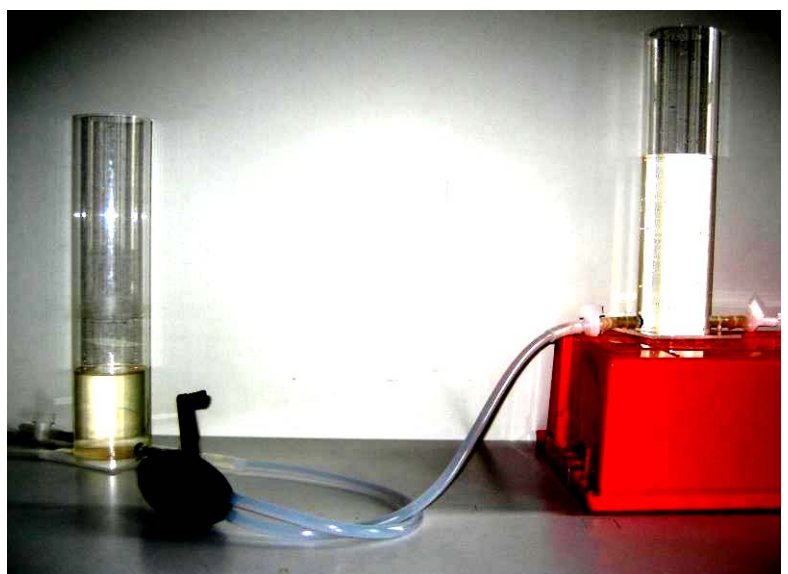

Abb. 10: Mit einer Pumpe strömt Wasser gegen eine Druckdifferenz
**Versuchsaufbau:** Abbildung 10 mit zwei Vorratsbehältern. Als 2. Behälter kann auch ein Steigrohr verwendet werden.